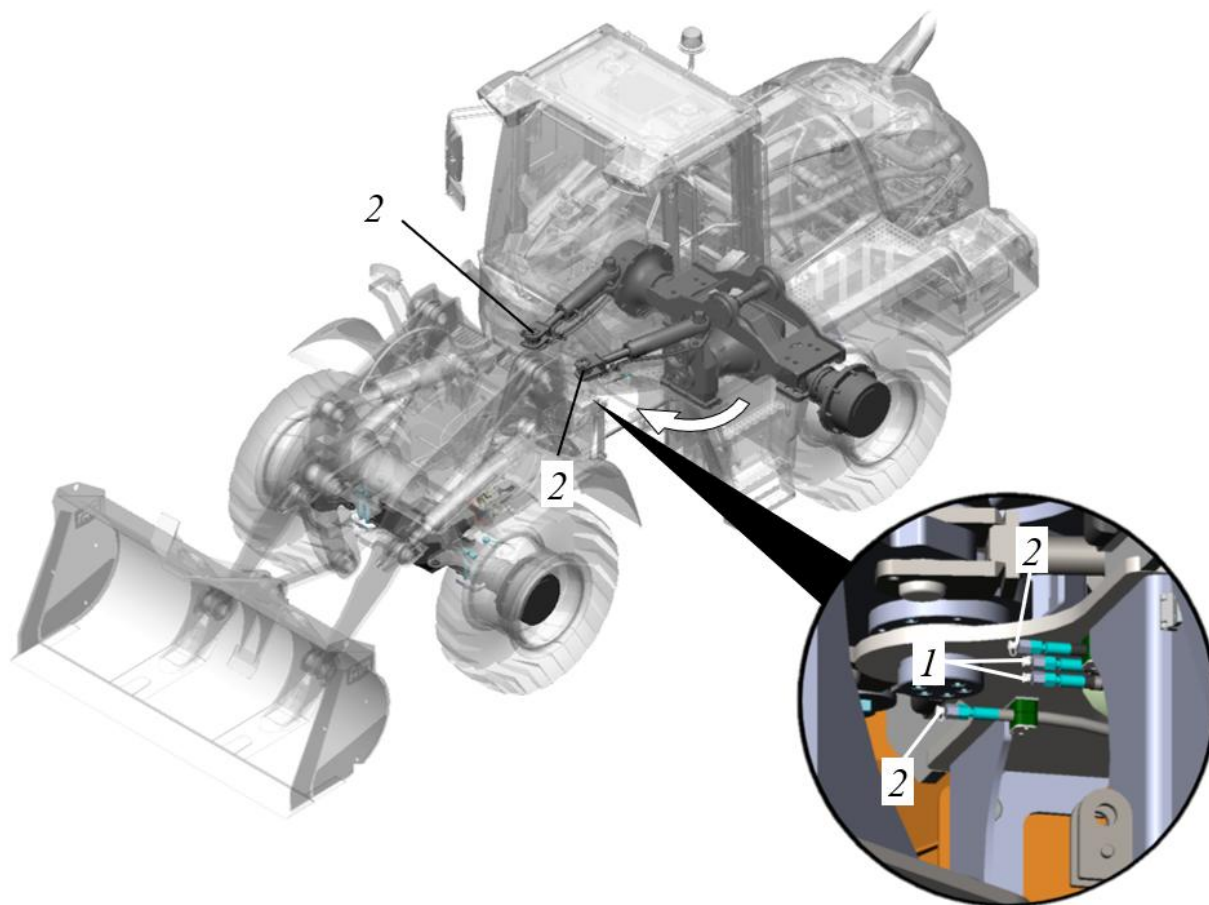

Рисунок 5.77. Смазывание балки заднего моста
- ▶ Смажьте точку смазки поз. 1, рис. 5.77.
Доступ к точкам смазки реализован по бокам погрузчика см. рис. 5.77.